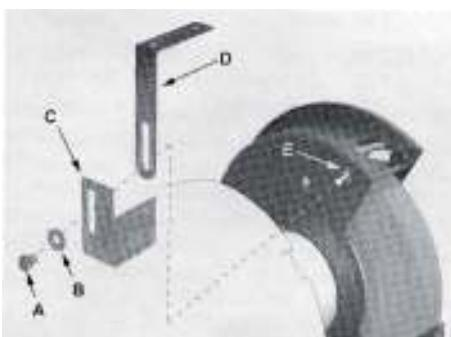

Рис. 2
- 2 - Установочные кронштейны заданных козырька для глаз (42)
- 4 - Установочные винты (46)
- 4 - Шайбы (48)
- 2 - Искрогасители (43) (44)
- 4 - Гайки (47)
- Смотрите на Рисунок 2, чтобы убедиться, что вы установили их правильно.
Ссылаясь на Рисунок 2: